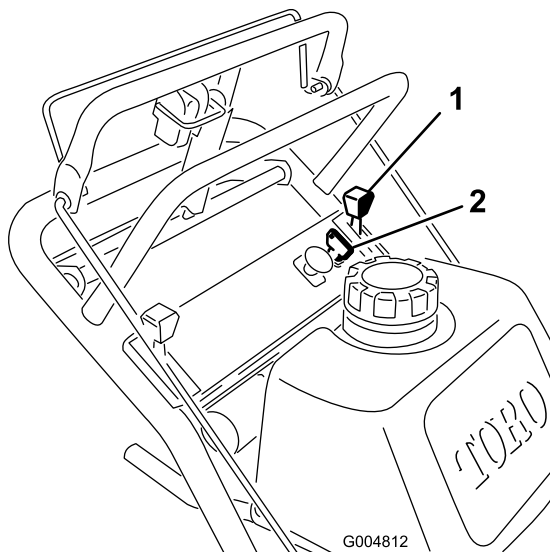

Figura 8
1. Mueva la palanca del acelerador a la posición de **Lento**(Figura 8).
3. Gire la llave de contacto a **Desconectado** (Figura 8).